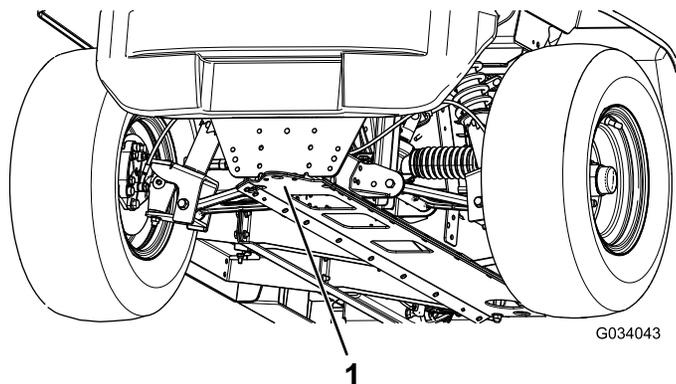

図 23
- 車両前部のジャッキアップポイントは、牽引トングの後ろのフレーム前部です **図 23**。